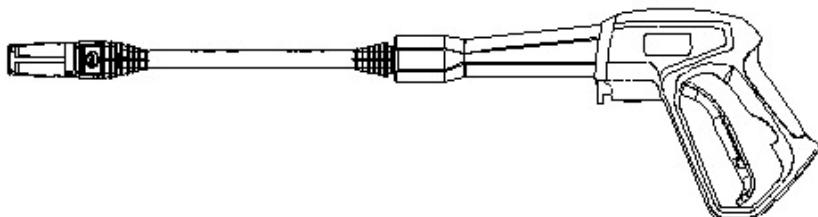

Рис. 4
9.3. Соберите пистолет как рисунке Рис. 4 и подключите шланг высокого давления.